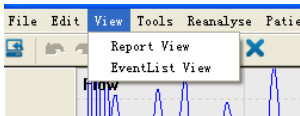
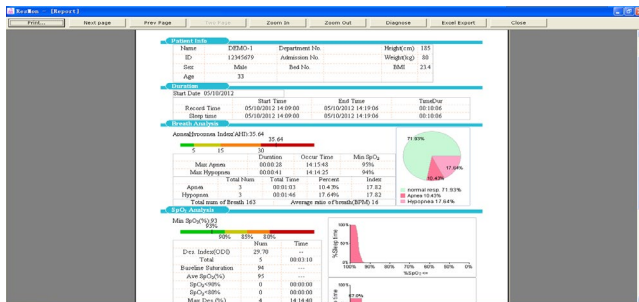

Figura 5.41
Figura 5.42
- 2) All'interno del menu "View" (Visualizza) sono presenti le opzioni "Report View" (Visualizzazione referto) e "EventList View" (Visualizzazione elenco eventi) come mostrato nella Figura 5.41. Il menu "Report View" consente di stampare i referti; selezionando questa opzione, verrà visualizzata la finestra di anteprima di stampa mostrata nella Figura 5.42 che include funzioni quali ingrandimento, riduzione, pagina successiva e pagina precedente.